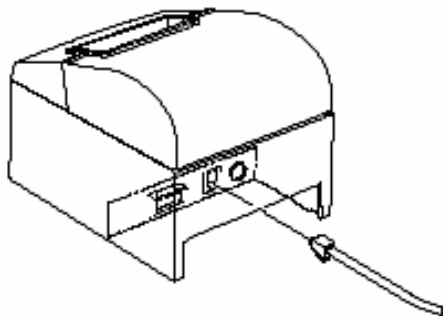

Рисунок 7.2 - Присоединение кабеля денежного ящика к ККМ
7.1.2.1 Через указанный на рисунке (Рисунок 7.2) разъем можно подключить к ККМ денежный ящик. Ниже описывается процедура подключения кабеля. Устройство разъема на кабеле подробно описано в п. А.4 приложения А настоящего документа. Данная ККМ поставляется без кабеля денежного ящика, поэтому пользователь сам должен обеспечить наличие кабеля с необходимыми параметрами.
7.1.2.2 Присоединить кабель денежного ящика к соответствующему разъему на задней стенке ККМ (Рисунок 7.2).